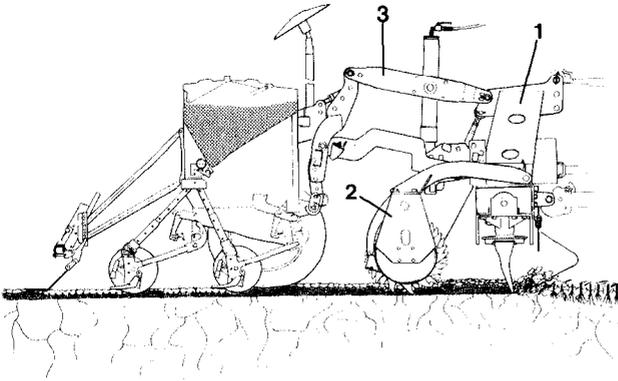

Fig. 117
Zur Vorbereitung des Saatbettes und zur Bestellung wird in zunehmendem Maße die Bestell-Kombination (Fig. 117) eingesetzt. Bodenbearbeitung und Aussaat in einem Arbeitsgang spart nicht nur Arbeitszeit und Treibstoff, sondern verbessert wesentlich die Aussaatbedingungen und ergibt somit höhere Erträge. AMAZONE-Rüttelegeren und AMAZONE-Kreiselegeren werden direkt nach dem Pflug oder auf grobscholligen Böden ohne organische Masse eingesetzt. Beim Einsatz des AMAZONE-Kreiselgrubbers (Fig. 117/1) kann auf die Arbeit mit dem Pflug ganz verzichtet werden. Organische Masse wird vom Kreiselgrubber oberflächennah eingemulcht und mit aufgeworfener Erde bedeckt. Der Abbau der organischen Masse erfolgt sofort und die Bodenstruktur bleibt erhalten.
AMAZONE-Bodenbearbeitungsgeräte stützen sich auf der Packerwalze (Fig. 117/2) auf und halten exakt die Arbeitstiefe ein. Der bearbeitete Boden wird durch die Packerwalze wieder rückverfestigt.
*Reicht die Hubkraft des Schleppers beim kombinierten Einsatz von Bodenbearbeitungsgerät und Sämaschine nicht aus, um die Kombination am Feldrand bzw. zum Transport hochzuheben, kann der Hubkraftbedarf beim Einsatz des AMAZONE-Systems „Huckepack“ (Fig. 117/3) um ca.  $\frac{1}{3}$  gesenkt werden.*